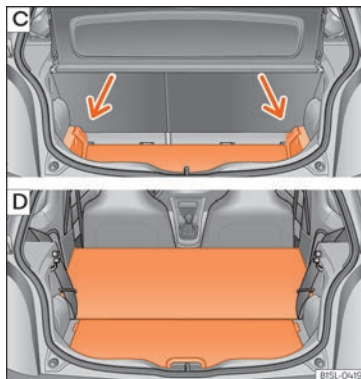

Fig. 97 Plancher du coffre à bagages modulable : **C** agrandir le coffre à bagages vers le bas ; **D** agrandir le coffre à bagages vers l'avant.
- Relevez le plancher du coffre à bagages et poussez-le vers le bas le long du guide »» fig. 97 **C** (flèches).
- Si besoin est, abaissez le plancher du coffre à bagages »» fig. 97 **C**.
Le coffre à bagages est alors agrandi vers l'avant »» fig. 97 **D**.